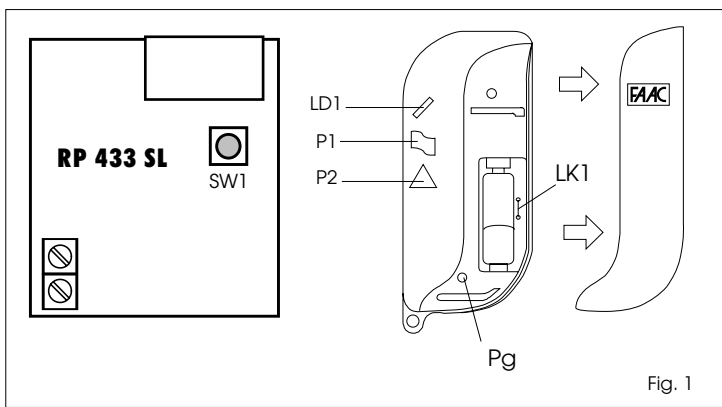

Fig. 1
- 1) Aprire l'involucro del trasmettitore, facendo scivolare il coperchio come indicato in fig.1, per accedere al pulsante di generazione del codice (Pg).